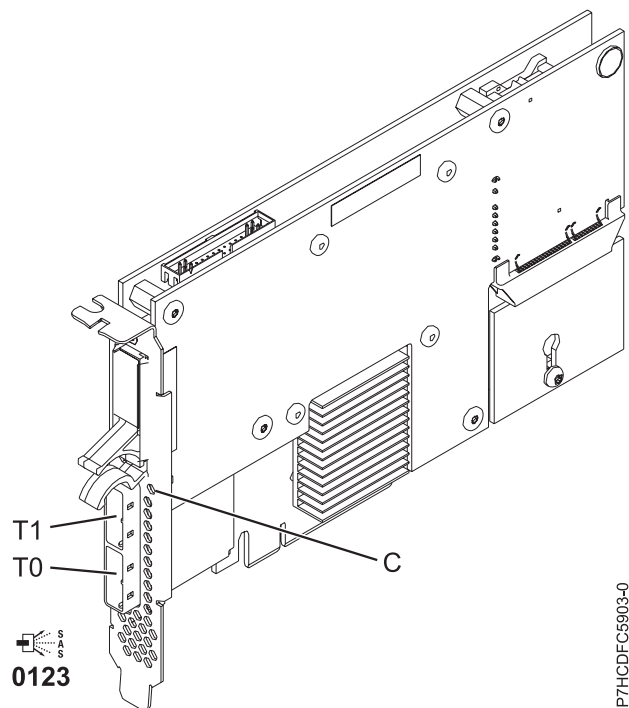

Figure 54. Carte SAS RAID PCIe double accès - x4 3 gigabits
L'adaptateur 5903 ou 5805 possède un voyant ((C) dans la figure 54, à la page 165) qui clignote si des données sont présentes en cache. Le voyant de présence de données en cache clignote lorsqu'il y a de possibles données présentes dans le cache de l'adaptateur. Si le voyant indiquant la présence de données en cache clignote, ne remplacez pas le bloc de batteries de cache. S'il est remplacé pendant que le voyant clignote, les données en cache seront perdues. Voir la figure 54, à la page 165 pour localiser le voyant de présence de données en cache sur cet adaptateur.